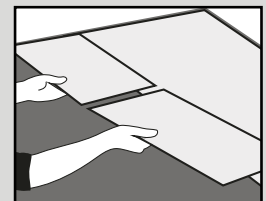
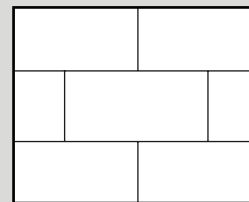
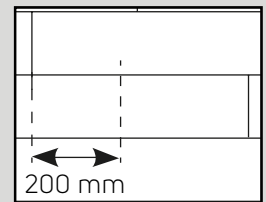

Fig. 4a
Fig. 5a
Fig. 5b
5. Leg de volgende plank/tegel door de rand van de vorige plank op te tillen en de messingzijde en groef bij de eindvoeg tegen elkaar te leggen. Schuif vervolgens de lange zijde op zijn plek en tik deze aan met een restant van het product of een stootblok (Fig. 4a, 4b & 4c). De tegels en planken moeten in een baksteenpatroon worden gelegd zodat de vier hoeken nooit op hetzelfde punt samenkomen. (Fig. 5a en Fig. 5b).